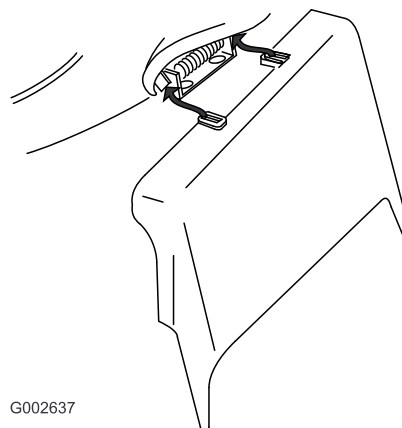

Рисунок 39
3. Установите боковой желоб для выброса и закройте дверцу на желобе (Рисунок 39).